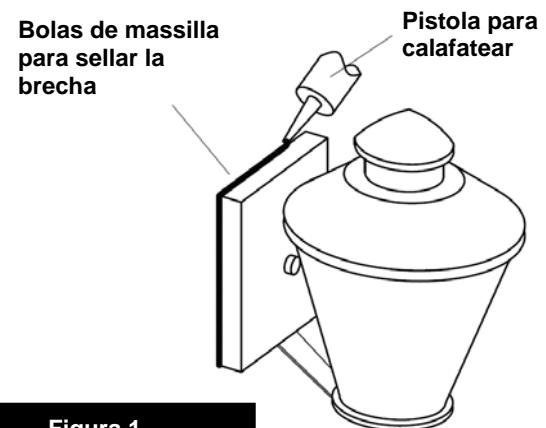
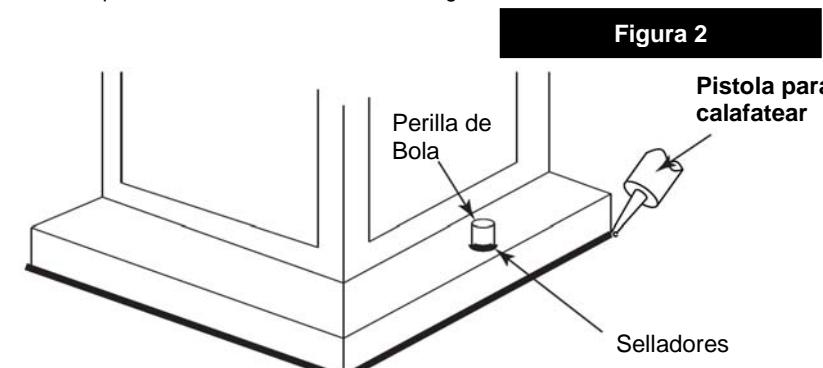

Figura 1
Figura 2
- Preparar cinta de montaje (A), encroscando los dos tornillos de 1 1/4" de largo de montaje (B) en la parte posterior de la cinta de montaje (A) – Véase la Figura 1.
- Asegúrese de que los agujeros en los que los tornillos se enroscan están centrados en el espaciado de los agujeros en la placa trasera (E).
- Coloque la correa de montaje (A) a la caja de conexiones (J) con dos tornillos de 1" (C), siempre.
- Para montar dispositivo, deslice los dos tornillos de montaje (B) a través de los dos agujeros de montaje (D) en la placa trasera (E) - Véase la Figura 1.
- Mientras mantiene fijo en su lugar, enrosque las perillas de dos bolas (F) hasta el final de los tornillos de montaje (B), y apriete.
- El cristal de este accesorio se instala alineando las arboledas (3) en el baso con las pestnas situadas en el interior de techo – Véase la Figura 2.
- Para instalar vidrio (2) alinee las ranuras y deslice el vidrio arriba en la azotea. Gire el vidrio hasta firmemente en su lugar, a continuación, fije enroscando el tornillo (1) en el lugar bajo las ranuras de vidrio.
1. Conecte el cable de alimentación positiva (A) (normalmente negro o la cara lisa, sin marcas del cable de dos conductores) de plomo accesorio positivo (B) con un giro de tamaño adecuado en el conector – **Véase la Figura 1 y 2**.
2. Conecte el cable de alimentación negativa (C) (por lo general de color blanco o el lado marcado estriado del cable de dos conductores) de plomo accesorio negativo (D).
1. Conecte el cable de alimentación positiva (A) (normalmente negro el lado no marcado suave del cable de dos conductores) de plomo accesorio positivo (B) con un giro de tamaño approrriately conectar – **Véase la Figura 2 y 3**.
Para conectar a tierra en un sistema eléctrico de 3 hilos, fije el cable de tierra del artefacto (E) (generalmente de cobre o verde recubierto de plástico) a la brida de montaje accesorio (M) con el tornillo de tierra (S) – **Véase la Figura 1**.
Loop alambre de tierra (E) (generalmente de cobre o verde recubierto de plástico) debajo de la cabeza del tornillo de tierra (S) en la brida de montaje accesorio (M) y conectar con el extremo suelto del cable de tierra luminaria directamente al cable de tierra del sistema de construcción con un tamaño adecuado twist-conectores – **Véase la Figura 2**.
Des pués de asegurar accesorio a la pared, se recomienda que la distancia entre la pared y la place de fijación puede sellare con cualquier buena massilla impermeable de calidad o sellador de silicona (No Incluido) - Véase La Figura 1.
Después asegurar fijo en su lugar, se recomienda que la distancia entre la parte superior y la base de montaje del accesorio se sellará con cualquier buen masilla impermeable de calidad o sellador de silicona (no incluido). También se recomienda que una pequeña capa de madilla o sellador de ser sometidos a los mandos de bolas utilizadas para montar accesorio – Véase la Figura 2.